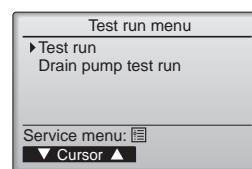

Fig. 7-4
④ Виберіть «Test run» (тестовий прогін) за допомогою кнопок [F1] або [F2], а потім натисніть кнопку  (Fig. 7-4).